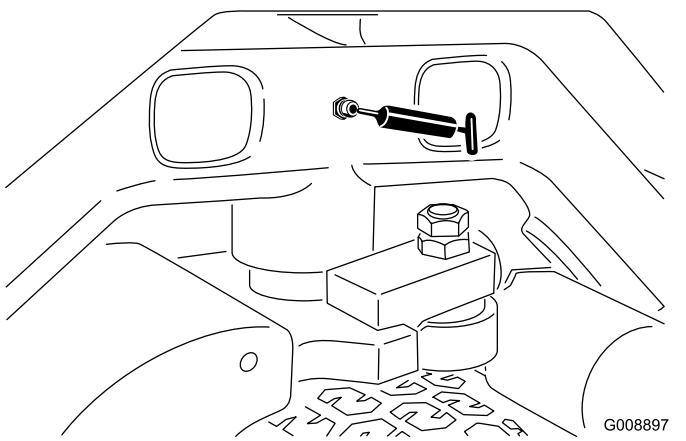

Figura 45
- Perno dello sterzo (Figura 45)